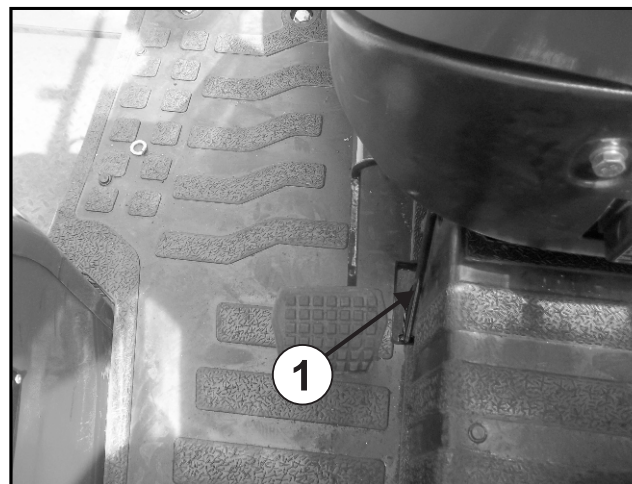

Fig. 4-17
Diferencijal zadnje osovine opremljen je uređajem za blokadu, koji se uključuje kada jedan od zadnjih točkova proklizava usled nedostatka zahvata. Da bi blokirali diferencijal do kraja pritisnite pedalu ① Fig 4-17.